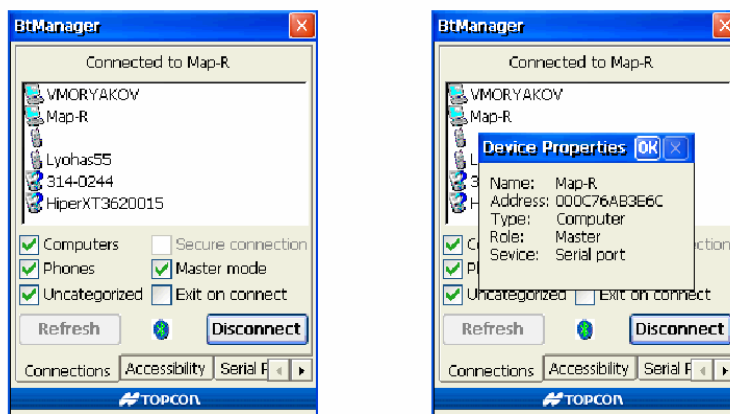

Рисунок 3-7. Вид окна при выполненном подключении и окно Device Properties (Параметры Устройства)
После того, как соединение будет установлено, индикатор Bluetooth станет зеленым (см. рис. 3-7 на 3-6).
- Чтобы получить информацию об устройстве, с которым уже установлено соединение, щелкните дважды по идентификатору этого устройства (см. рис. 3-7 на стр. 3-6).